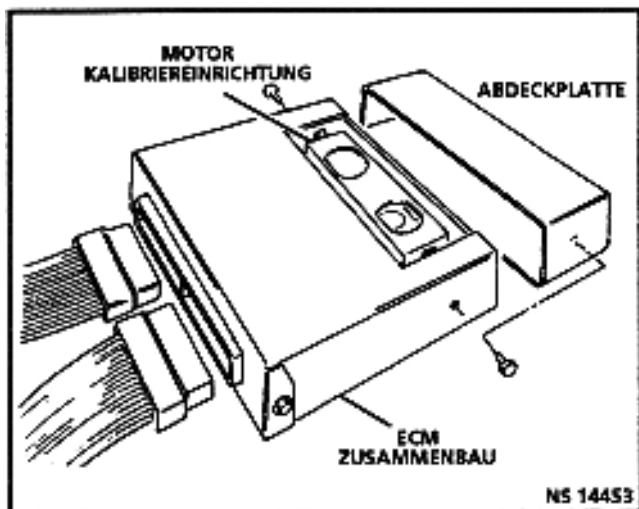

Bild 3.1-3 Abdeckplatte am elektronischen Steuergerät (ECM)
4. Abdeckung zur Motorkalibriereinrichtung entfernen. (Siehe Bild 3.1-3)
EINBAULAGE: hinter der Abdeckung zum ECM (Bild 3.1-3).